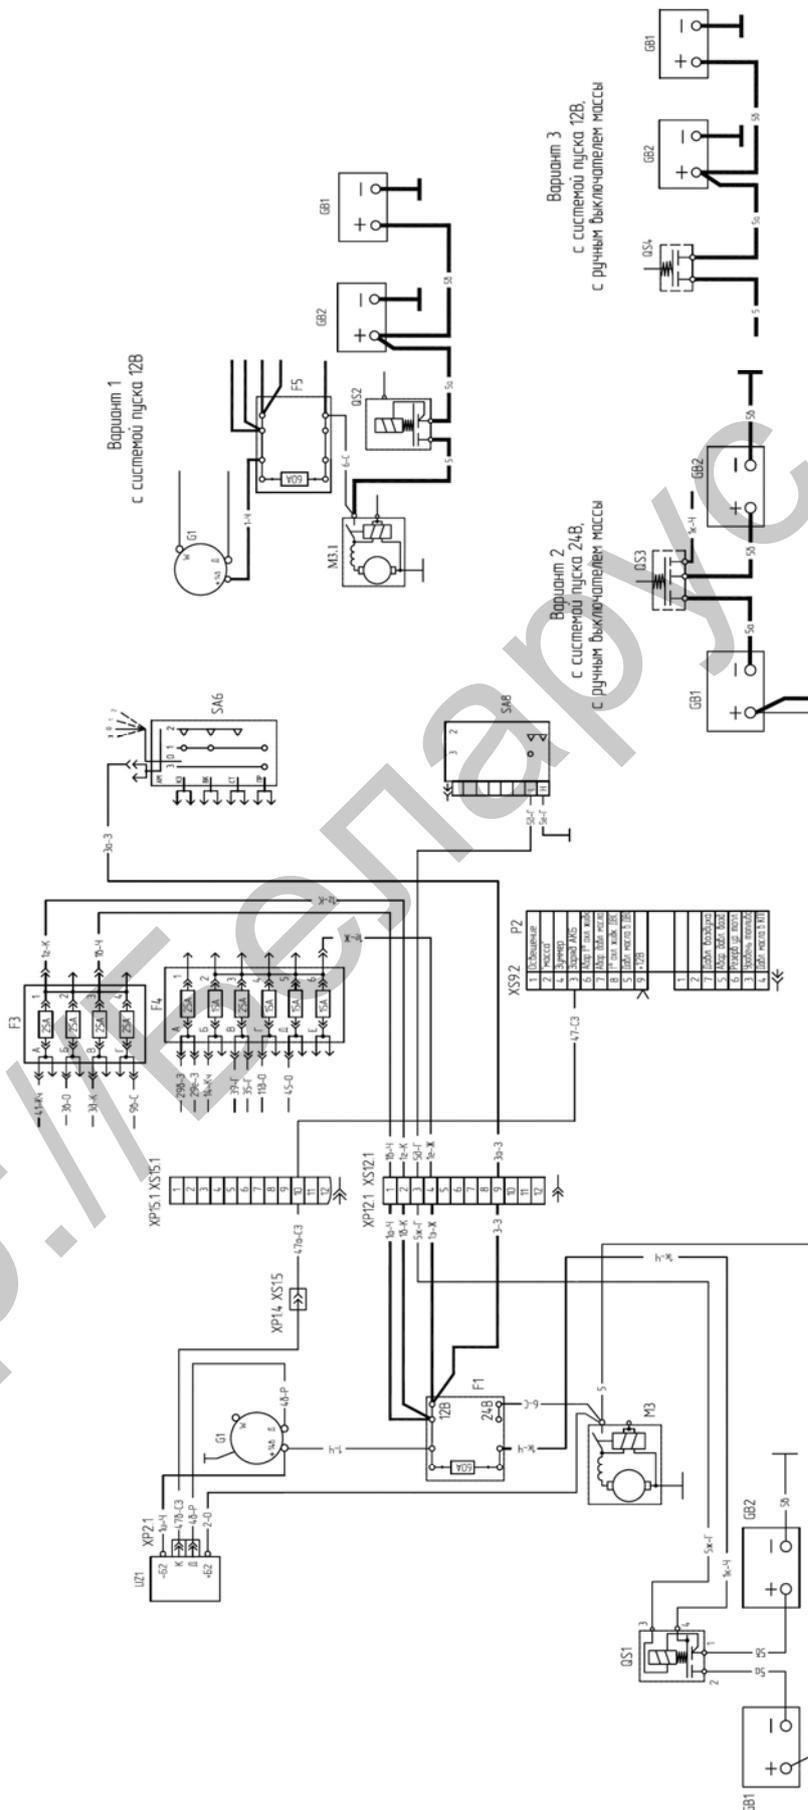

Рис. 12-4 Система электроснабжения
**12.4 Возможные неисправности в системе электроснабжения и их устранение** (для системы запуска дизеля 24В, на рис. 12-4 основной вариант и вариант 2 для ручного выключателя “массы”)